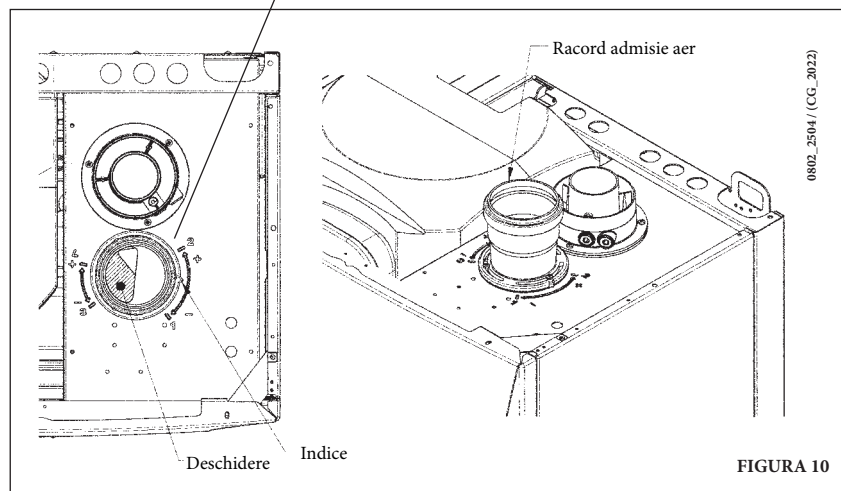

FIGURA 10
- deșurubați capacul pentru a ajunge la cablaje (Figura 10).
- Accedeți la panoul de borne de alimentare (figura 10);
- Conectați terminalii termostatului ambiental la bornele (1) și (2);